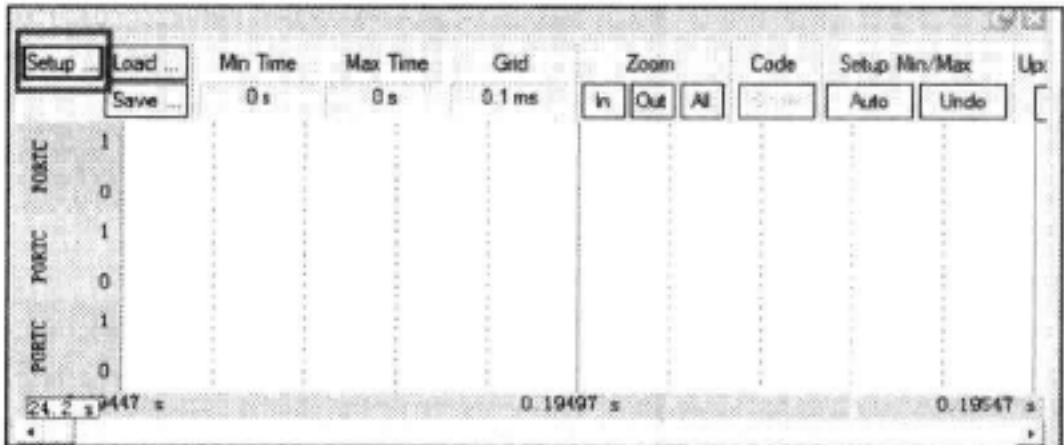

图 5-7 仿真逻辑分析仪
8) 点击  选中  Logic Analyzer 逻辑分析仪。点击 Setup 输入要分析的引脚，见图 5-7。